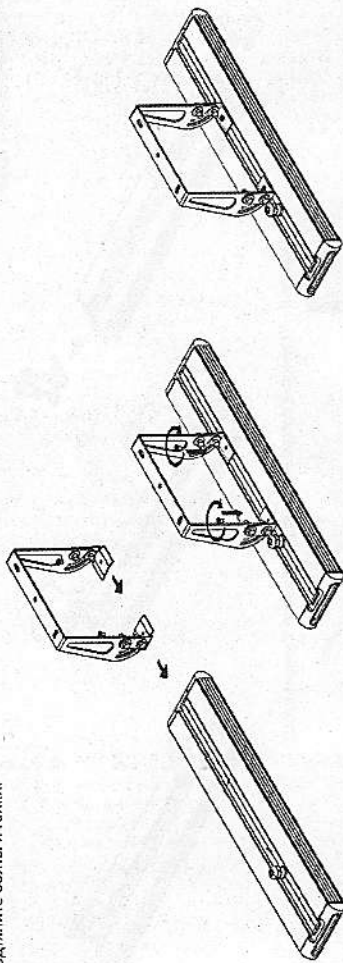

Рисунок 7 – Установка крепления Скоба малая с регулировкой (на примере Element 0,5x1).
- 5.5.1. Распакуйте крепление и установите на светильнике (см рисунок 7). Заведите крепление в паз на корпусе светильника. Для фиксации крепления на корпусе светильника имеются 2 отверстия. Совместите отверстия на креплении с отверстиями на корпусе. Шаг между винтами на креплении должен совпасть с шагом между винтами на корпусе. Крепление должно встать симметрично поперечной оси светильника. Вкрутите два винта M5, идущих в комплекте для фиксации крепления на корпусе светильника (см. рисунок 4, б).